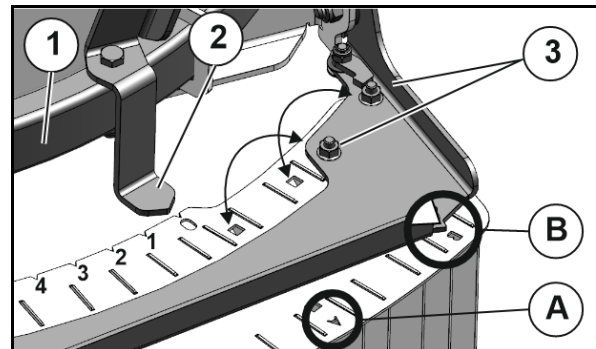

Fig. 65
2. Forskyd lamelblokken på føringsbøjlen (Fig. 65/1), indtil viseren (Fig. 65/2) står ud for den værdi fra spredetabellen, der skal indstilles.